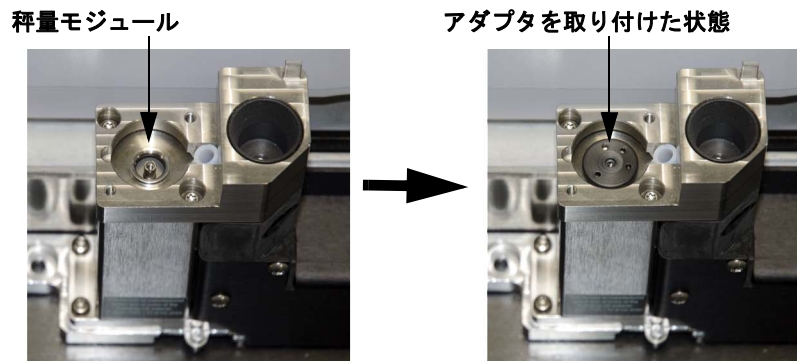

図 54 秤量モジュールアダプタを取り付ける
- 3 ピンセットを使用して、アダプタ（G8135-80000）を秤量モジュールに取り付けます。ノズルを下に向け、アダプタをまっすぐ下ろしてモジュールに配置します（図 54）。